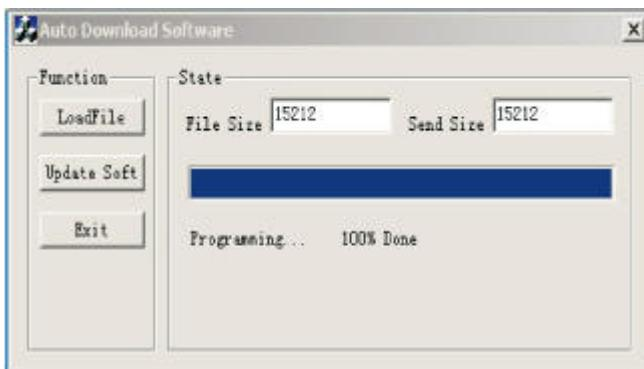

Figura 6
4. Se a actualização correr bem, segundo a figura 6, reinicie a máquina.